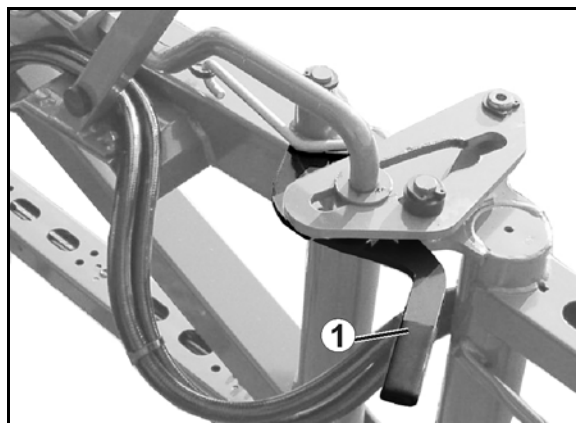

Fig. 77
1. Lås opp transportsikringen ved å heve bøylen (Fig. 77)